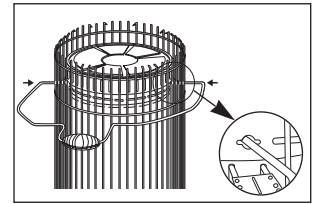

Fig.6
D.) INSTALLER LA POIGNÉE DE TRANSPORT : (Fig.6)